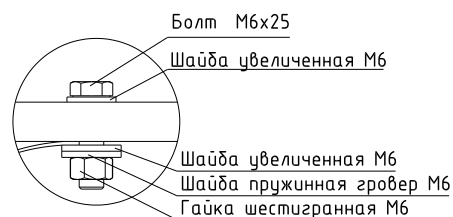

Рис. 22 Монтаж сборных шин 1600 А (вид снизу на шкафы КРУ)
2.5.2.7 Монтаж сборных шин производится согласно монтажному чертежу. Пример монтажа сборных шин 1600А приведен на рис. 22. Одновременно с установкой шкафов на штатные места. Перед соединением сборных шин необходимо протереть контактные поверхности при помощи чистого безворсового материала, смоченного техническим спиртом.
Рис. 22а Подключение поводка проходного изолятора к шине